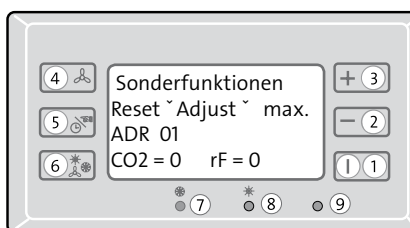

Abb. 6.9
- **Taste 1** drücken. Auf dem Display erscheint die Meldung: „Sonderfunktionen“. Das Feld **Adjust** oder **Reset blinkt** (s. Abb. 6.9).